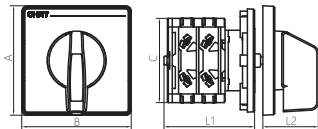
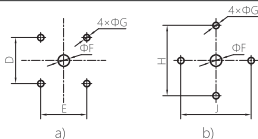
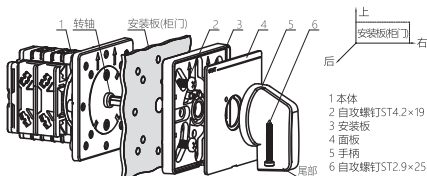
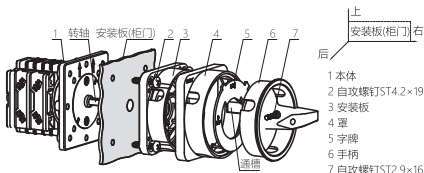

图1 开关“R”型手柄产品外形尺寸
图3 安装板(柜门)开孔尺寸示意图
图4 开关“R”型手柄安装示意图
图5 开关“G”型手柄安装示意图
开关外形尺寸及安装板开孔尺寸见图1~图3和表1。
6.2.1 NKZ1 “R” 型手柄产品安装方法(见图4)
确认开关处于断开状态→柜门开孔，开孔尺寸见图3序2自攻螺丝连接本体、柜门以及安装板，安装顺序如图4所示(紧固前确认本体上“↑”标识朝上，安装板内“↑”标识朝上)→装面板(“CHNT”标识朝上)→装手柄(手柄内孔倒角与转轴倒角对齐)→紧固序6自攻螺钉。
6.2.2 NKZ1 “G” 型手柄产品安装方法(见图5)
确认开关处于断开状态→柜门开孔，开孔尺寸见图3 a)→序2自攻螺丝连接本体、柜门以及安装板，安装顺序如图5所示(紧固前确认本体上“↑”标识朝上，安装板内“↑”标识朝上)→装字牌(“ON”标识朝上)→装罩(“CHNT”标识朝上)→装手柄(螺钉头朝罩的通槽位置)→紧固序7自攻螺钉。